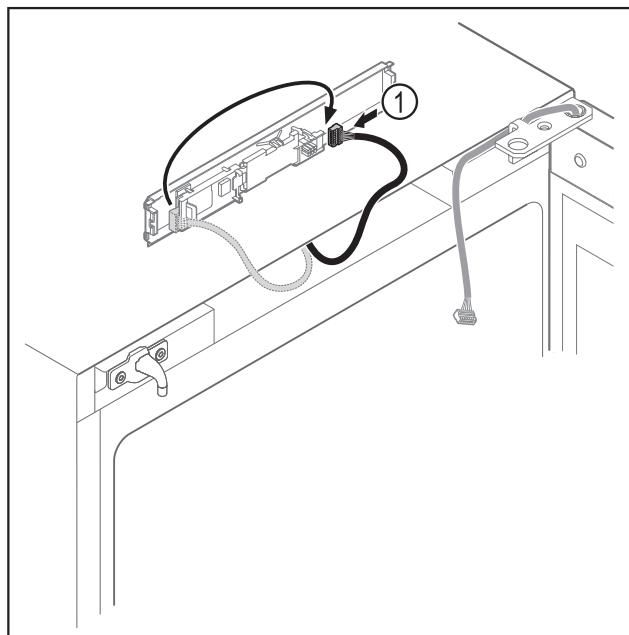

Fig. 5
- Enchufar el conector *Fig. 5 (1)* en otra posición en la placa.